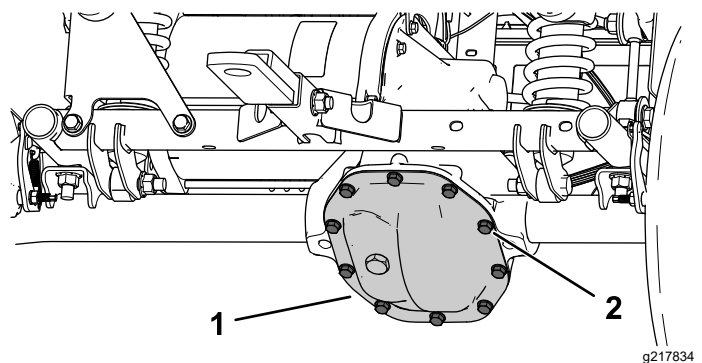

Bild 48
1. Stellen Sie eine Auffangwanne unter die Getriebeabdeckung (**Bild 48**).
2. Entfernen Sie die Schrauben von der Getriebeabdeckung und lassen Sie die Flüssigkeit ganz ab (Bild 48).